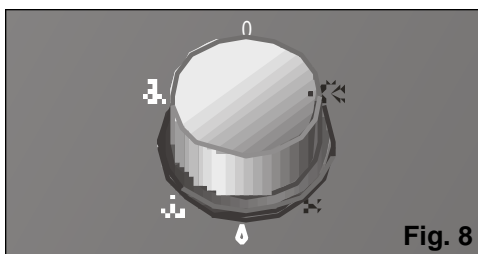

Fig. 8
- Seleccionar la función de climatización máxima ❄ o silenciosa ❄ , **Fig. 8**. (La función de climatización silenciosa disminuye el caudal de aire del equipo).